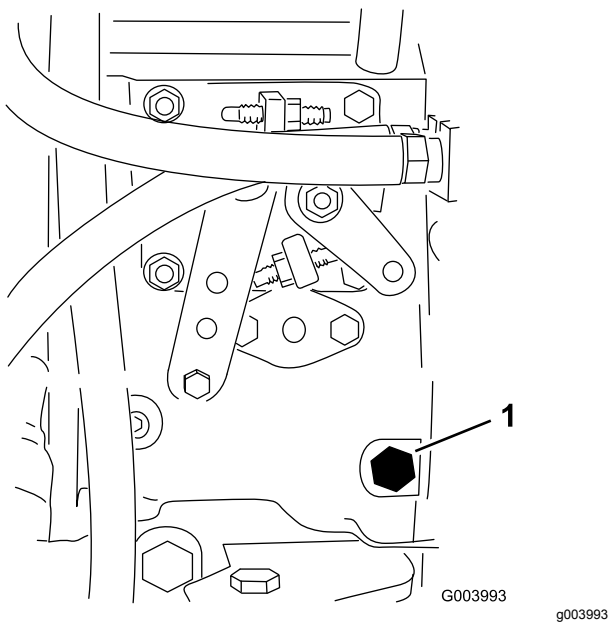

图35
3. 用 12mm 扳手打开燃油喷射泵 图35上的排气螺丝。